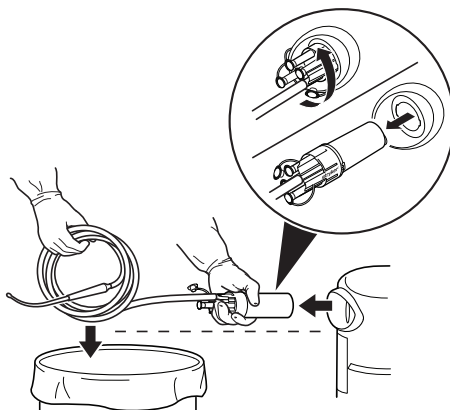

図8 マニホールドとチューブの取外し
4. ロックが外れるまでマニホールドを回したのち、マニホールドを常に水平方向に保ちながら、マニホールドと接続吸引チューブを差込口から引き抜きます (図8)。